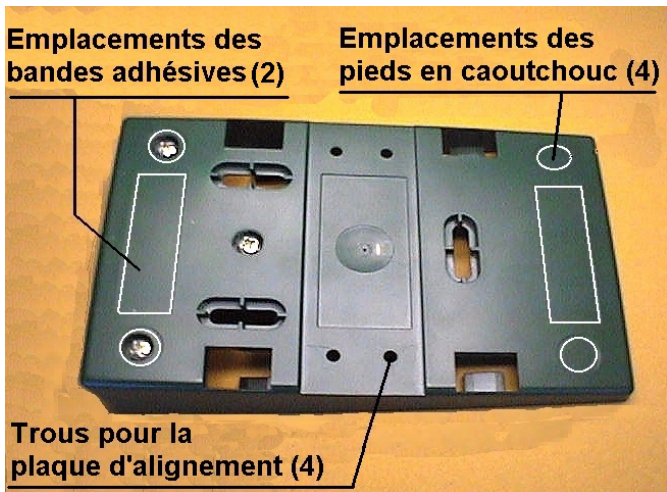
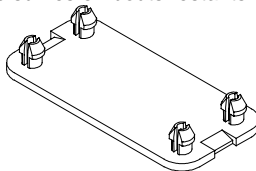

Figure 1- OM-DRAGON™ Support de la base - face arrière
Figure 4– plaque d'alignement
1. En se référant à la figure 1, nettoyer avec soin les emplacements situés sous le support afin d'enlever toutes les impuretés susceptibles de réduire l'adhésion des 4 pieds en caoutchouc.
Pour une installation horizontale à usage fixe, utiliser les bandes adhésives comme indiqué sur la figure 1.
1. Se référer à la figure 1 et à la figure 4, emboîter la plaque d'alignement dans les trous prévus à cet effet sur le support de façon à laisser la plaque dépasser sur le côté.